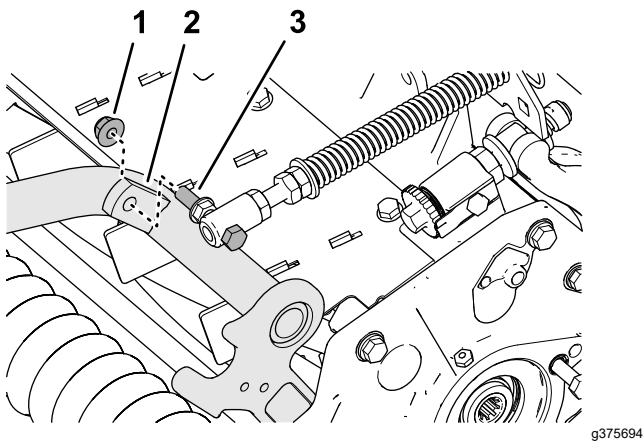

Рисунок 20
4. Установите колпачковый винт пружины компенсации состояния грунта на правый выступ несущей рамы (Рисунок 20) с помощью фланцевой контргайки ($\frac{3}{8}$ дюйма).
- Установите колпачковый винт пружины компенсации состояния грунта на правый выступ несущей рамы (Рисунок 20) с помощью фланцевой контргайки ($\frac{3}{8}$ дюйма).